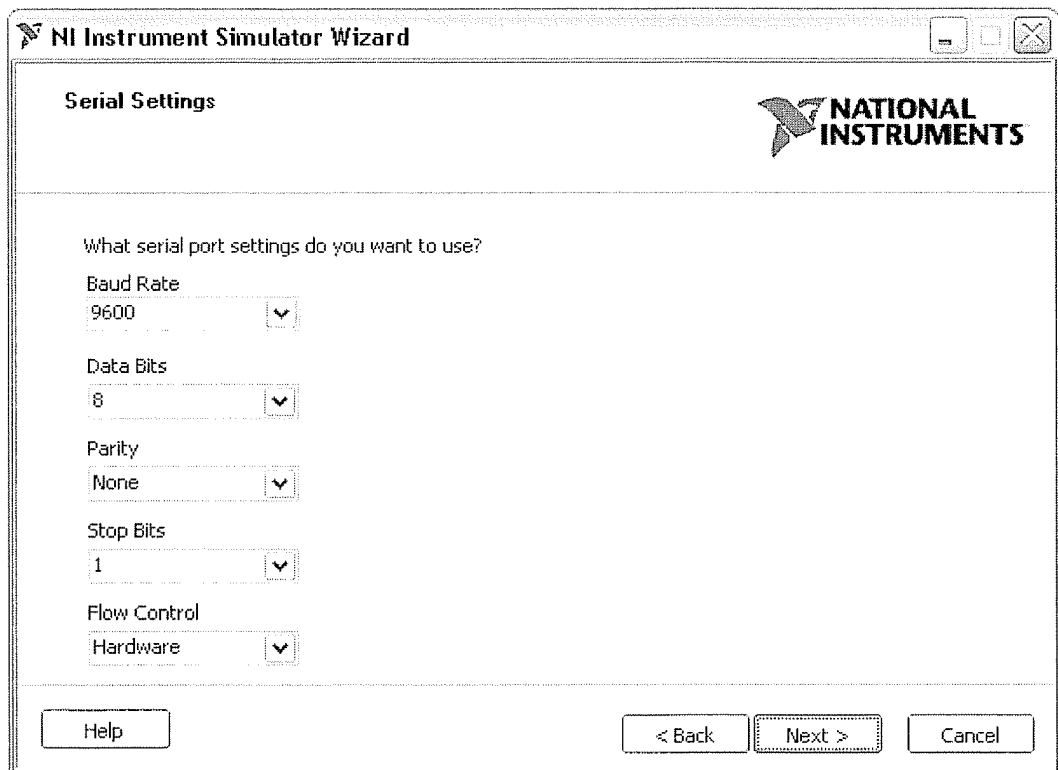

Figura 9-9. Configuración del asistente para el Simulador de instrumentos de NI
- Copie los ajustes serie de los ajustes de la figura 9-9.